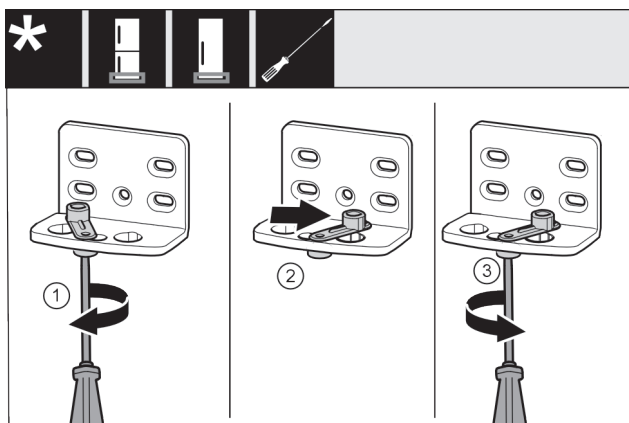

Fig. 15
- Visser sans serrer la vis Fig. 15 (1) avec un tournevis.
- Soulever l'aide à la fermeture de la porte Fig. 15 (2) et la tourner à 90° vers la droite dans l'alésage.
- Serrer la vis Fig. 15 (3) avec un tournevis.